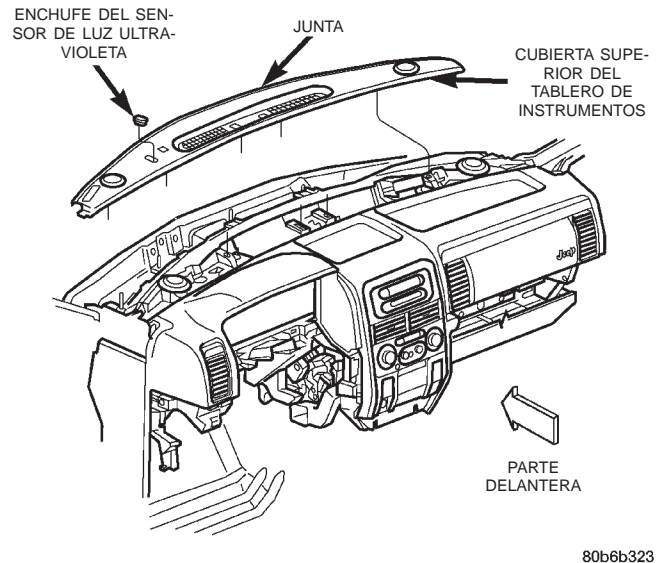

Fig. 27 Desmontaje e instalación de la cubierta superior del tablero de instrumentos
(1) Desconecte y aisle el cable negativo de la batería.
(2) Con una varilla de tapicería u otra herramienta adecuada de hoja ancha y plana, haga palanca suavemente hacia arriba sobre el borde trasero (el más alejado del parabrisas) de la cubierta superior del tablero de instrumentos lo suficiente para desenganchar los cuatro collarines de presión de retención de sus receptáculos en el acojinado superior del tablero de instrumentos (Fig. 27).
(3) Retire la cubierta superior del tablero de instrumentos.